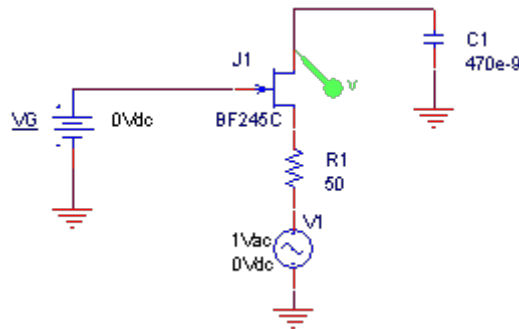

Figura 11: Esquemático de Simulação do filtro PB controlado por tensão.
com a figura 11. Perceba que foi adicionado uma resistência de 50 Ohms em série com a fonte de entrada, isso é porque o gerador de funções do LEAD têm uma resistência interna de 50Ω.
- Utilizando a protoboard, monte o circuito de acordo com a figura 11, sabendo que V1 é o gerador de funções e o resistor de 50 ohms é sua impedância interna.